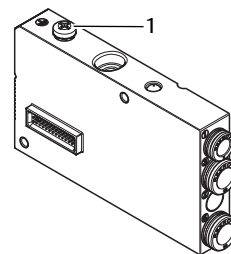

Abb. 9: FE-Anschluss, HF04/HF04XF
2. Beim HF04-/HF04XF-Ventilblock verbinden Sie zur Ableitung von EMV-Störungen den FE-Anschluss (1) am Ventilblock über eine niederimpedante Leitung mit der Funktionserde. Siehe → Abb. 9.